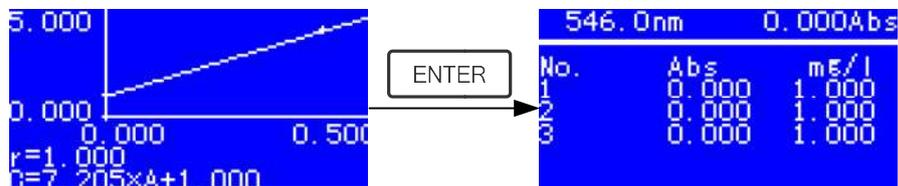

Fig. 4-12
★ Situar la solución de Referencia en el paso de luz y presionar  para ir al Interface de Medición Continua. (Fig. 4-12)
- ★ Presionar  para ir al Interface de Medición en Continua y medir las muestras. (Fig. 4-12)